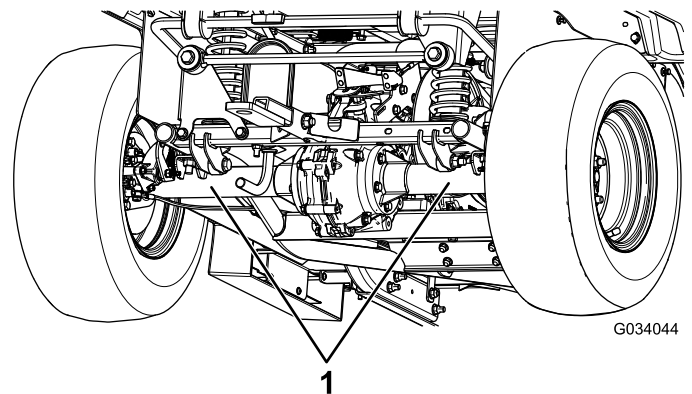

Figure 21
- Le point de levage arrière de la machine est situé sous les tubes d'essieu (Figure 21).